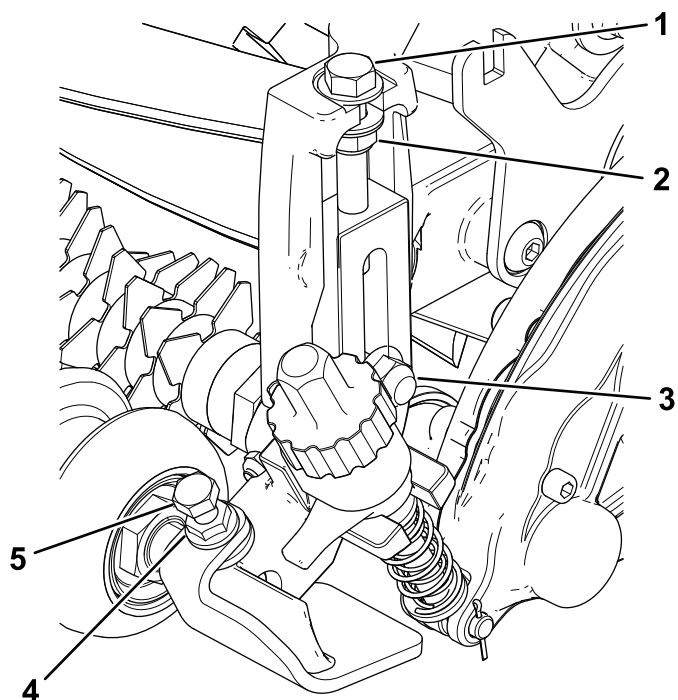

Figure 12
4. Retirez les boulons de carrosserie et contre-écrous qui fixent les supports de hauteur de coupe aux plaques latérales (Figure 12).
5. Serrez le contre-écrou sur le boulon de réglage de hauteur de coupe, puis desserrez-le d'un demi-tour (Figure 12).
6. Centrez le rouleau avant entre les supports de hauteur de coupe et fixez-le en place avec les vis et les écrous à embase (Figure 12).